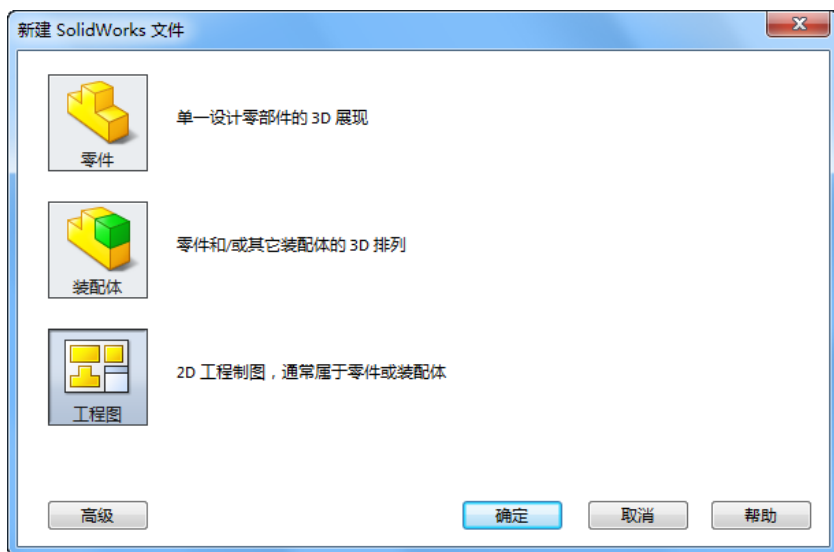

图 8-1 “新建 SolidWorks 文件”对话框
**01** 新建文件。在菜单栏中选择“文件”→“新建”命令，或者单击“标准”工具栏中的“新建”图标按钮, 此时系统弹出如图 8-1 所示的“新建 SolidWorks 文件”对话框。